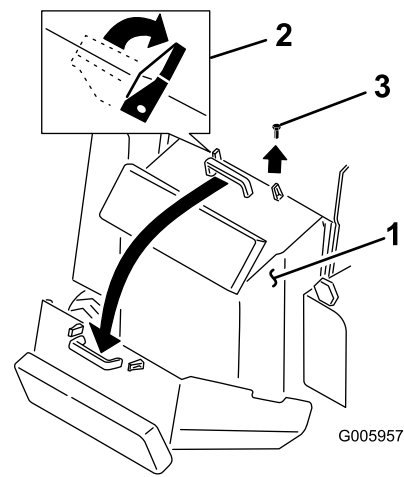

Bild 26
3. Entfernen Sie die Schraube, die sich neben der rechten Blockierzunge befindet (Bild 26).
4. Fassen Sie den Griff an und ziehen Sie die Abdeckung nach oben und zurück, um sie zu öffnen (Bild 26).
2. Lösen Sie die zwei Blockierungen oben auf der hinteren Abdeckung (Bild 26).